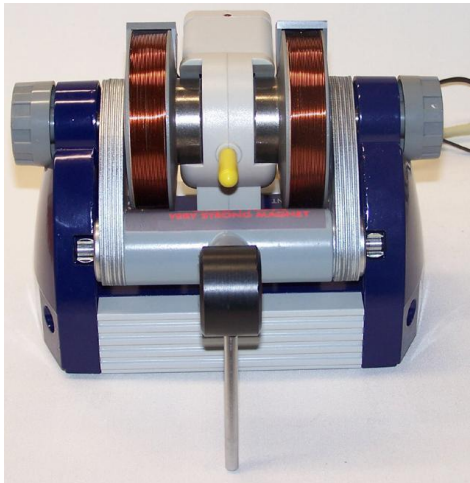

Fig. 9 Unità di base con campione di glicerina inserito
- Inserire il campione di glicerina (cappuccio giallo) nell'alloggiamento campione (ved. fig. 9).